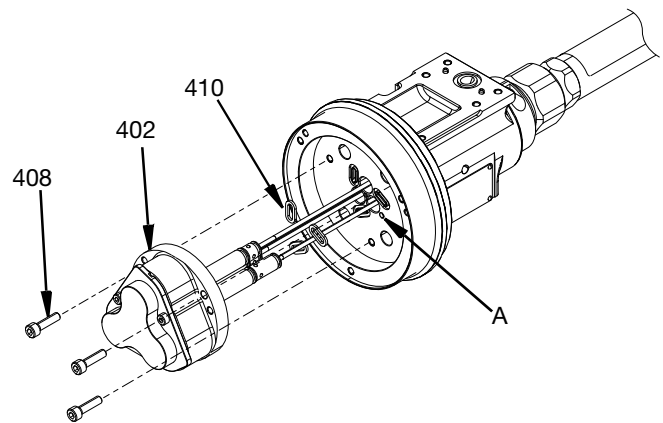

ABB. 34
10. Eine dünne Schicht Lithiumfett auf die Luftdichtungen (410) auftragen und in das Mittelgehäuse (301) einsetzen.
11. Tragen Sie eine dünne Schicht Lithiumfett auf die O-Ringe (415) und (416) auf. Setzen Sie die Luftzylinderbaugruppe in das Mittelgehäuse (301) ein. Tragen Sie Gleitmittel auf die M5-Schrauben (408) auf und ziehen Sie sie mit 6,5 N•m (57,5 in-lbs) an.
**HINWEIS:** Die Vertiefung (A) in der Stirnseite des Mittelgehäuses (301) liegt auf einer Linie mit der langen Führung der Lagerdichtung (414). Siehe ABB. 34.